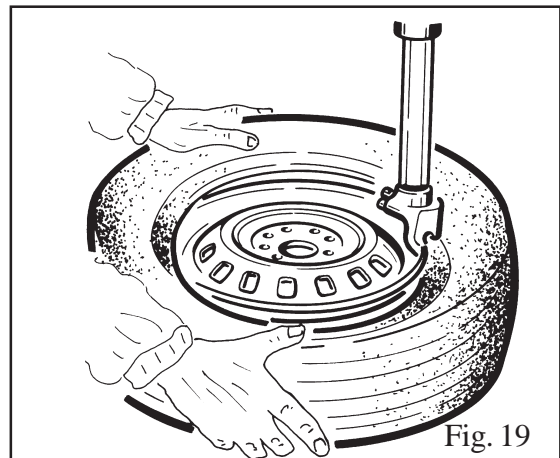

Fig. 19
**NOTA:** quando si opera con cerchi di uguali dimensioni, non occorre sempre bloccare e sbloccare il braccio operante ; basta ribaltare e richiamare il palo (P) con i bracci già bloccati in posizione di lavoro.
- Tenendo premuto con le mani il tallone del pneumatico nella gola del cerchio, premere il pedale (Z) per ruotare l'autocentrante in senso orario per tutta la circonferenza del cerchio (Fig. 19).